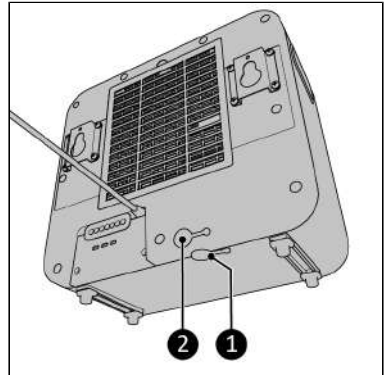

Abbildung 63.
1. Stellen Sie sicher, dass sich beide Wassersperrstopfen im Behälter des Innengeräts befinden (Abbildung 63, Pos. 1 und 2).
4. Der Wassersperrstopfen an der Unterseite des Innengeräts muss eingesteckt sein (Abbildung 63, Pos. 1).
4. Entleeren Sie das Wasser aus dem Innengerät (Abbildung 63, Pos. 1).